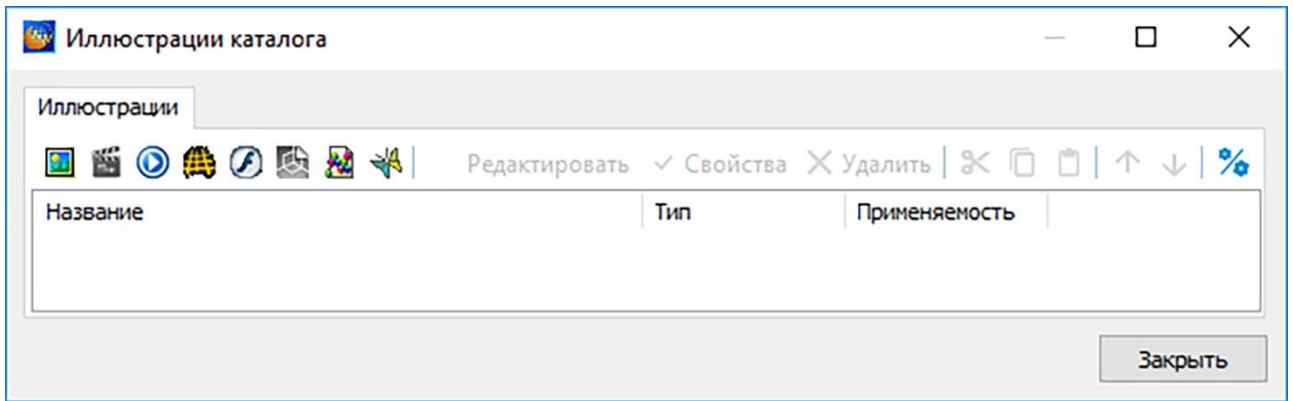

Рисунок 457
1) В редакторе каталогов выберите меню **Иллюстрации**. При этом откроется окно **Иллюстрации каталога** (рисунок 457).